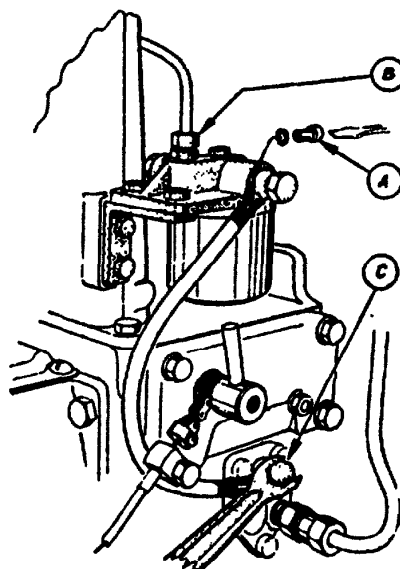

Fig. 2.
Utlufting (fig. 2)
1. Filteret og tankrøret utluftes ved å løse den lille vannrette lufteskruen (A) i filterlokket eller mutteren (B) for lekkoljerøret. Hold skruen åpen til oljen renner uten bobler. (Om nødvendig blås i tankspunsen.)
2. Sugelangen utluftes ved å løse hulskruen (C) for banjonippelen på brennoljepumpen 3 tørn (se fig. 2). Ryst i slangen og hold skruen åpen til oljen renner uten bobler. (*Trykkventilen på oljepumpen skal ikke løses.*) Hulskruen trekkes slik til at sugelangen faller naturlig mot pumpen (fra aktersiden) uten å danne «lås».
Hvis toppvannpakningene viser tegn til lekkasje, må de skiftes. Lekkasje kan skyldes at pakningene er gamle og harde eller utilstrekkelig pakningstrykk. Det nytter ikke å trekke ytterligere til på toppmutrene, fordi klaringen mellom blokk og topplokk er bestemt av foringsflensen (Gr. 20, fig. 2) og kobberpakningene mellom flens og topplokk samt under flensen (Gr. 20, fig. 13 og 14). Toppklaringen (minste klaring mellom stempel og topplokk) skal være 1,5–2 mm medregnet topppakningsringen (0,5–1 for type H). Klaringen justeres med de 0,5 mm tykke foringsflenspakningene (Gr. 20, fig. 14).